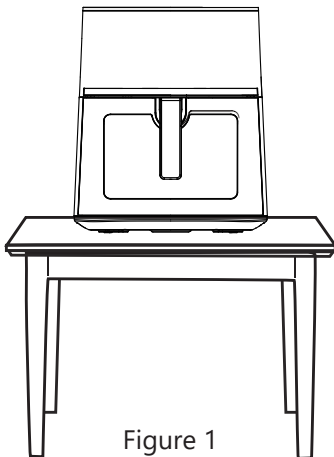

Figure 1
1. Le produit doit être placé de manière stable sur une table ou une surface plane (Figure 1), où le cordon est suffisamment long pour être branché sur une prise sans contrainte, et où il y a de l'espace autour de l'appareil pour permettre une bonne circulation de l'air. Il ne doit pas se trouver à proximité de produits inflammables.